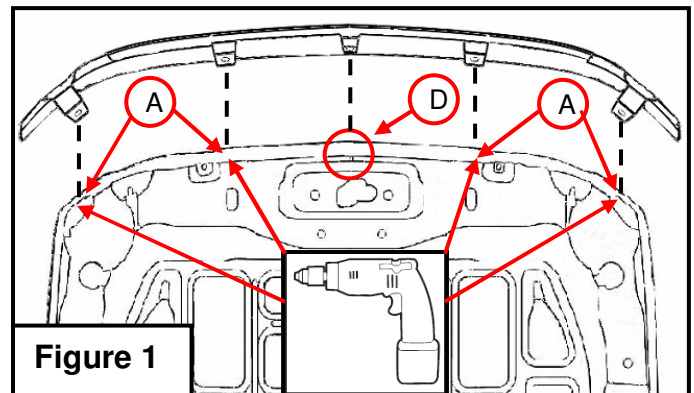

Figure 1
2. Trial fit Hood Shield by aligning the center mounting point up with the center factory hood slot. **(Figure 1)** **(NOTE: Some vehicles have a tab in the center mounting slot that will need to be removed for proper hardware alignment.)**
4. Remove Putco Hood Shield from hood and drill holes using a 5/32 drill bit. **(Figure 1)** Use the marks made in *Step-3* as a guide for the drilling.
5. Re-fit Hood Shield to the factory hood by aligning the rubber well nuts up with the factory slot. **(Figure 1)** Attach Hood Shield to the vehicle by installing the center mounting point first and working outwards. Tighten screws just enough to hold hood shield in place.
(Figure 1) (NOTE : certains véhicules ont une languette dans le centre des fentes de montage qui doit être enlevé pour assurer un alignement correct.)
4. Enlevez le protecteur de capot et insérez la vis 5/8" (Figure 1) à l'aide d'une clé à molette.
5. Fixez le protecteur de capot en positionnant les trous de montage. (Figure 1) Fixez le protecteur de capot au véhicule en installant les vis de fixation à l'aide d'une clé à molette.